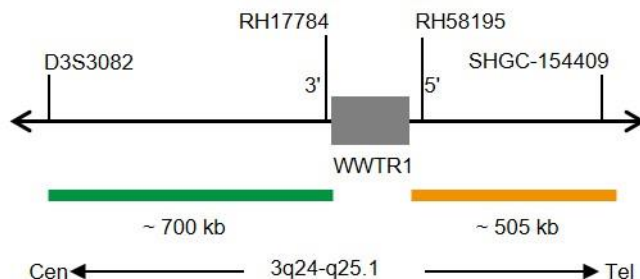

Fig. 1: SPEC WWTR1 Mappa della sonda (non in scala)
- Polinucleotidi (~10 ng/μl) marcati con ZyGreen (eccitazione 503 nm/emissione 528 nm), le cui sequenze target mappano 3q24-q25.1* (chr3:148,533,200-149,234,601) prossimali al punto di rottura di WWTR1 (vedere Fig. 1).
- Polinucleotidi (~4.5 ng/μl) marcati con ZyOrange (eccitazione 547 nm/emissione 572 nm), le cui sequenze target mappano in 3q25* (chr3:149,430,325-149,933,565) distali al punto di rottura di WWTR1 (vedere Fig. 1).